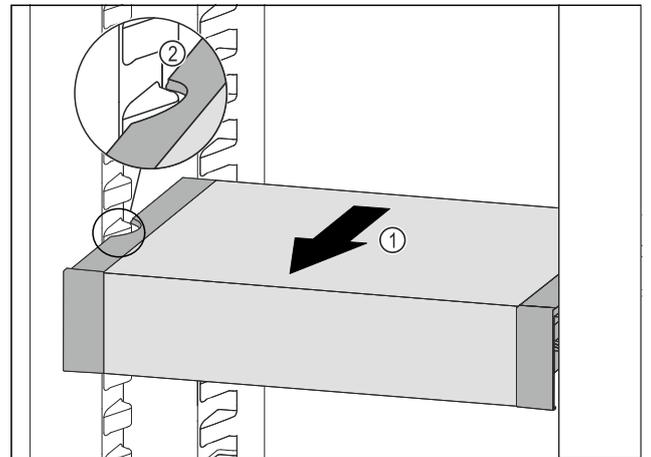

Fig. 144
- ▶ VarioSafe nach vorne ziehen Fig. 144 (1), bis sich die seitlichen Aussparungen des VarioSafes auf Höhe der Behälterrippe im Kühlteil befinden. Fig. 144 (2)